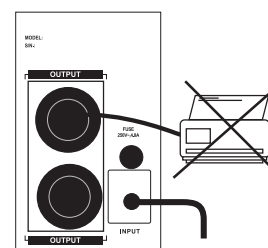

Fig 4
- Non collegare in nessun caso periferiche quali stampanti, piccoli e grandi elettrodomestici. **(vedi Fig. 4)**